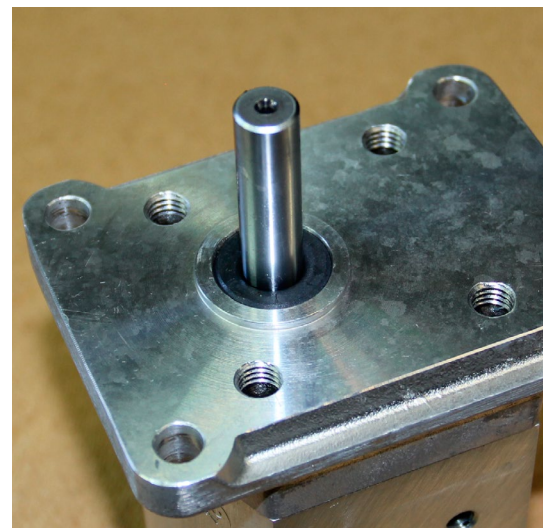

Abbildung 4.11
6. Wiederholen Sie die Schritte 1 bis 4 zur Montage von Dichtung Nr. 2. Stellen Sie sicher, dass die Oberkante von Dichtung Nr. 2 mit dem Motorblock bündig ist, siehe Abb. 4.11.